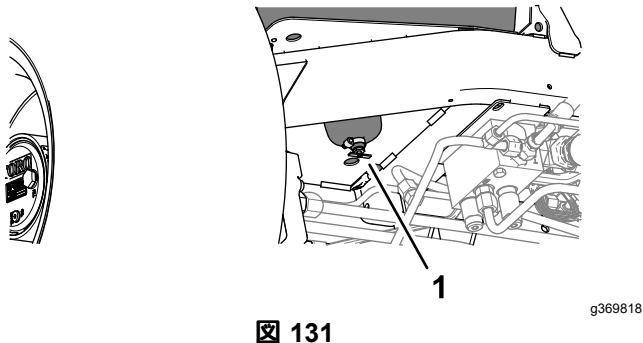

図 131
- 燃料タンクの下に燃料回収用の容器を置く **図 131**。